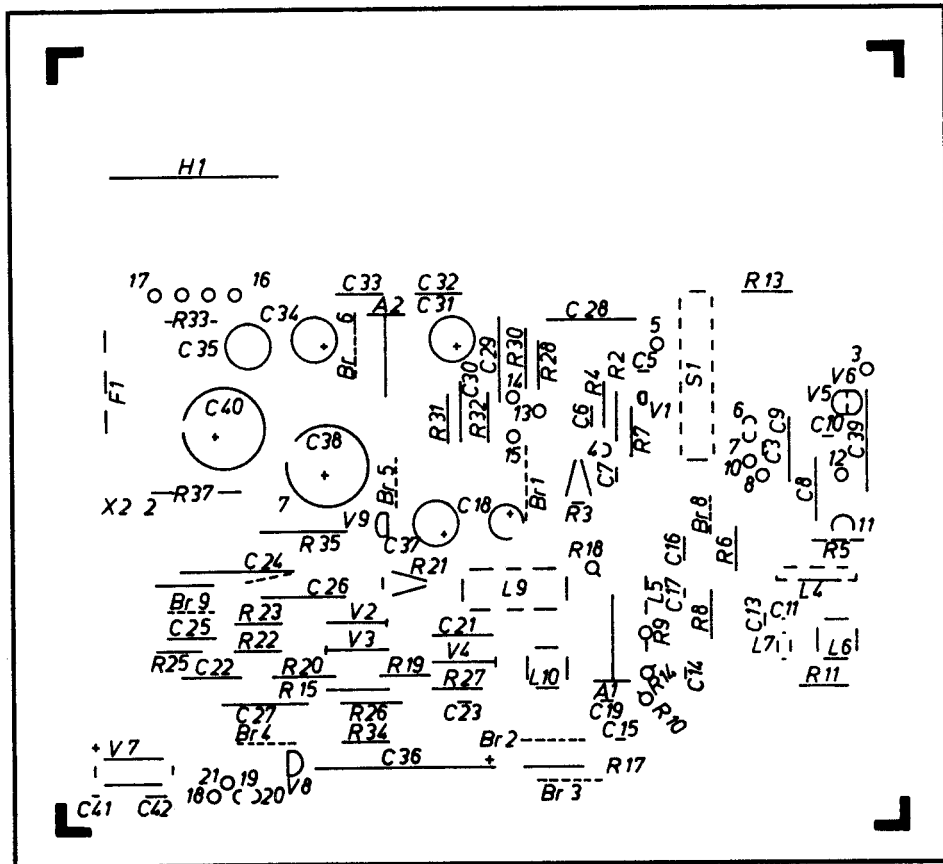

Abb. 1
- Bild 1 Leiterplatte, Bestückungsseite